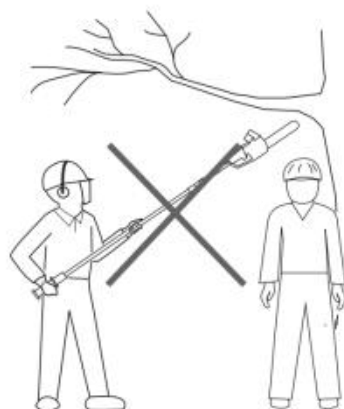

Fig. 52
5. Mantenga a otras personas alejadas del extremo cortante del producto y a una distancia segura del área de trabajo. Mantenga una distancia mínima de 10 m con otras personas (Fig. 52).